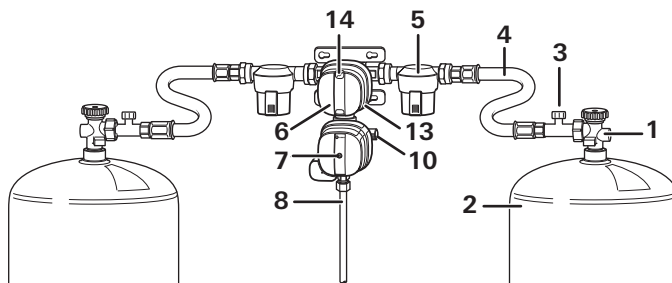

Figura 1a: DuoControl CS vertical
- Conectar las botellas de gas (2) y comprobar el estado correcto de todos los racores de tubos flexibles.
- Abrir las válvulas de ambas botellas de gas (1).
- Presionar firmemente el seguro antirrotura (figura 1a – 3) en el tubo flexible de alta presión durante aproximadamente 5 segundos. En la mirilla (14) la indicación cambia a verde.
- Si el botón de restablecimiento (7) amarillo no está pulsado (posición «no preparado para funcionar»), restablecer el sensor de colisión.
- Por ejemplo, girar el botón de giro (13) hacia la izquierda hasta el tope (conexión izquierda = botella de servicio).
- Cerrar la válvula (1) de la botella de gas (2) vacía.
– Desenroscar de la botella de gas (2) el tubo flexible de alta presión (4) o, en caso de disponerse de él, retirar el adaptador insertable.
– Abrir la válvula (1) de la botella de gas llena.
– Presionar el seguro antirrotura (figura 1a – 3) y, en caso necesario, presionar el botón de restablecimiento amarillo (7), girarlo ligeramente en el sentido de las agujas del reloj y mantenerlo presionado durante 10 segundos.
- Enroscar el tubo flexible de alta presión (4) específico del país en cuestión a la entrada del filtro de gas (5) / DuoControl CS y a la botella (2 / o al adaptador insertable).
- Abrir la válvula de la botella de gas (1).
- Presionar el seguro antirrotura (figura 1a – 3) y, en caso necesario, presionar el botón de restablecimiento amarillo (7), girarlo ligeramente en el sentido de las agujas del reloj y mantenerlo presionado durante 10 segundos.